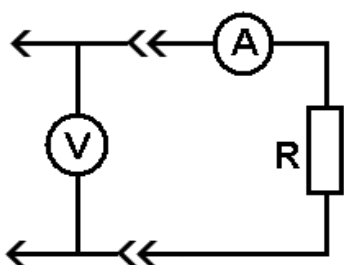

Рис. 1.14. Электрическая схема для определения сопротивления
2. Последовательно собрать схемы (рис. 1.14) с полученными для опытов сопротивлениями и, используя показания вольтметра и амперметра, рассчитать по закону Ома величины сопротивлений.